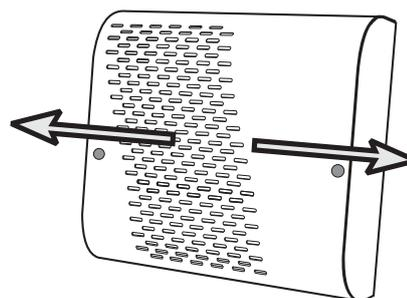

Fig. 1
- 2) Faire glisser le capot latéralement comme indiqué figure 1.